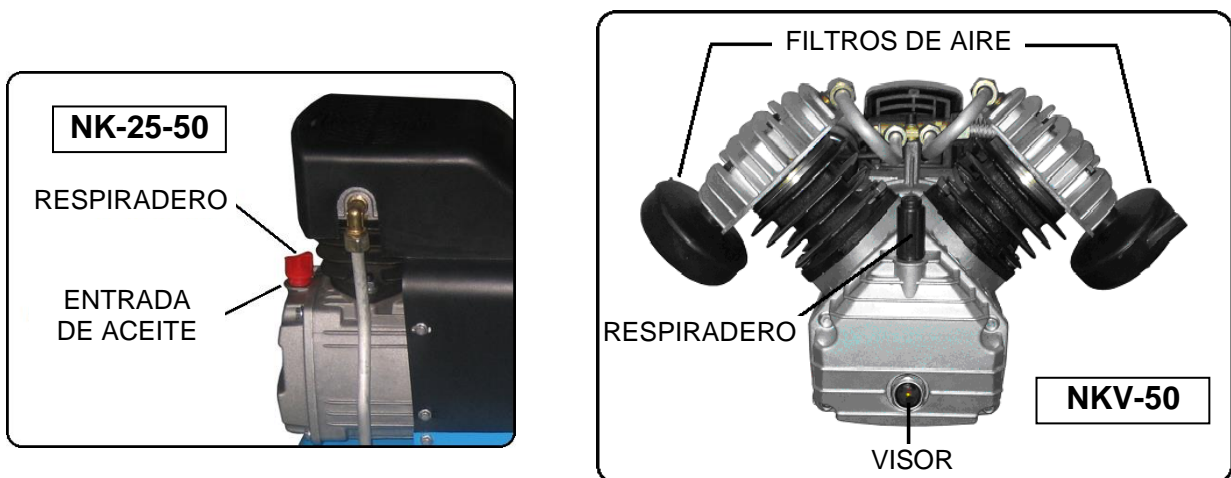

Fig. 5
- Quite el tapón de la tapa trasera y ponga el respiradero, así como el filtro del aire antes de poner en marcha el compresor (Fig. 5).